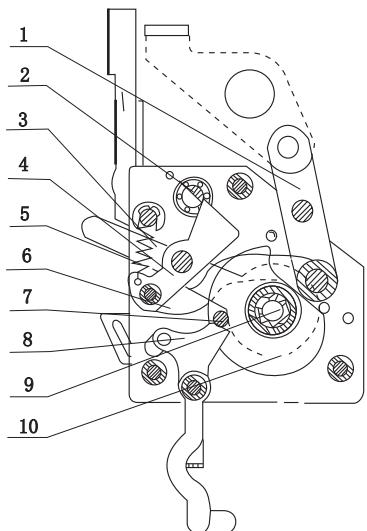

图5 操作机构
- a) 操作机构(见图5)。采用弹簧贮能闭合，与手操作速度无关，且具有自由脱扣功能，有三种操作位置。